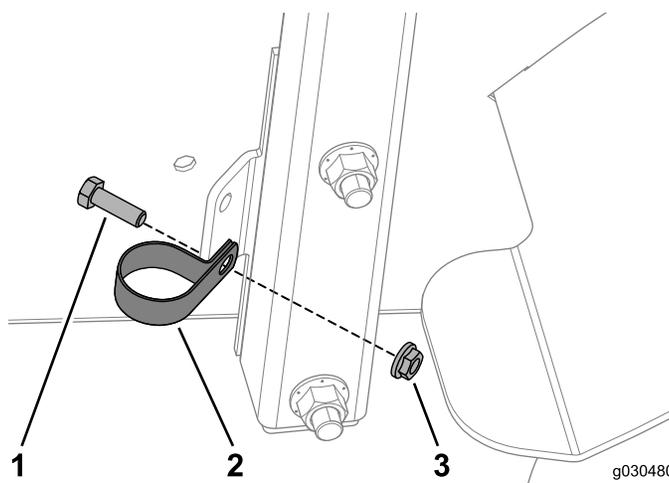

Figure 49
- 1. Fixez 1 collier en R au support auxiliaire sur le côté droit de la machine à l'aide du boulon (5/16 x 3/4 po) et de l'écrou à embase (Figure 49).